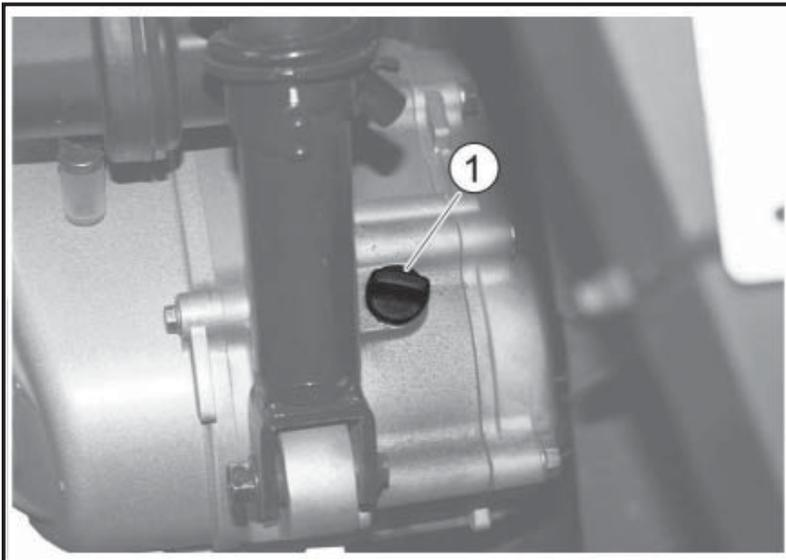

Fig. 01
- Svitare il tappo «1- Fig. 01».